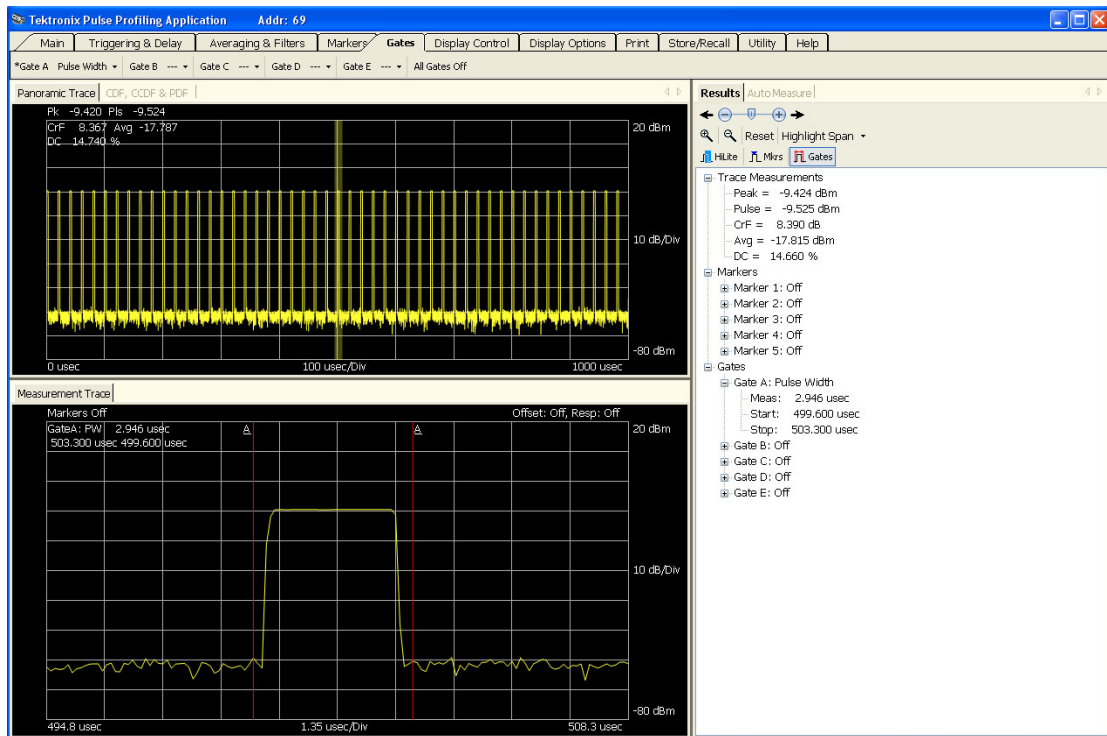

图 5: 测量时的选通位置
- a. 在 **Measurement** (测量) 窗口中单击左侧选通并将其移到左侧, 直至脉冲的上升边沿被放置到左侧选通的右侧。(见图5)
- b. 在 **Measurement** (测量) 窗口中单击右侧选通并将其移到右侧, 直至脉冲的下降边沿被放置到右侧选通的左侧。(见图5)